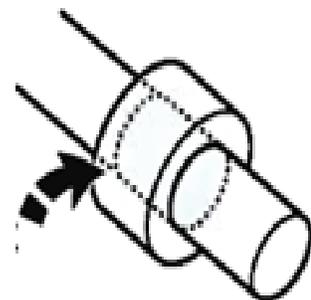

Figure 2
- 3) La zone de résistance (reportez-vous à la figure 2) varie en fonction des travaux. Il est recommandé, en cas d'utilisation d'extracteurs manuels, que le diamètre de la vis de force soit d'au moins la moitié diamètre de l'arbre. Dans le cas des extracteurs hydrauliques, il faut que le tonnage requis soit environ de 8 à 10 fois le diamètre de l'arbre (diamètre en pouce) Exemple :